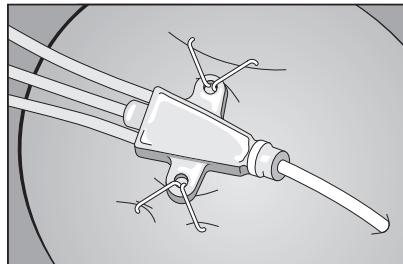

Figure 2
- Serrer fermement le dispositif d'ancre pour fermer l'agrafe et fixer le cathéter à la peau (consulter la figure 2).